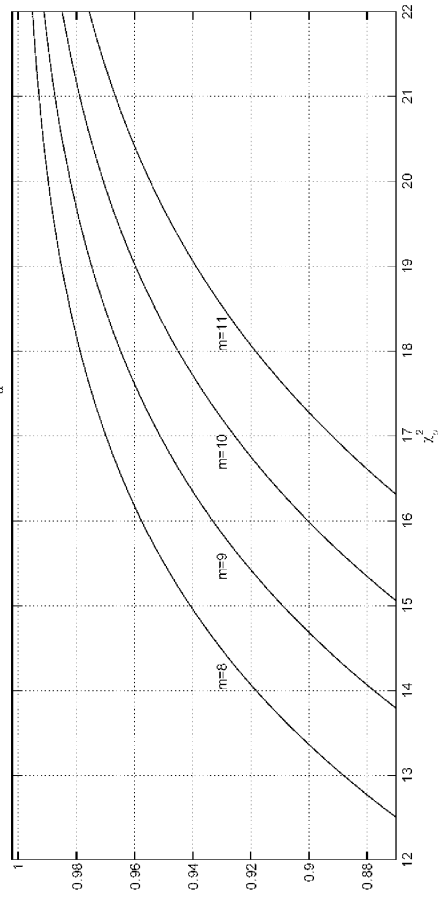

Bild 5: Wahrscheinlichkeit von $\chi^2 < \chi^2_{\alpha}$ für verschiedene Freiheitsgrade
- Hinweis:** Die Wahrscheinlichkeit von $\chi^2 < \chi^2_{\alpha}$ für verschiedene Freiheitsgrade finden Sie in Bild 5